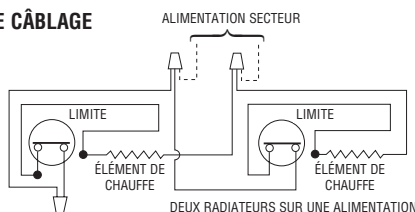

Figure 10. Connexions de câblage de deux radiateurs
6. Câblez les radiateurs comme c'est montré au schéma de câblage de la Figure 10.